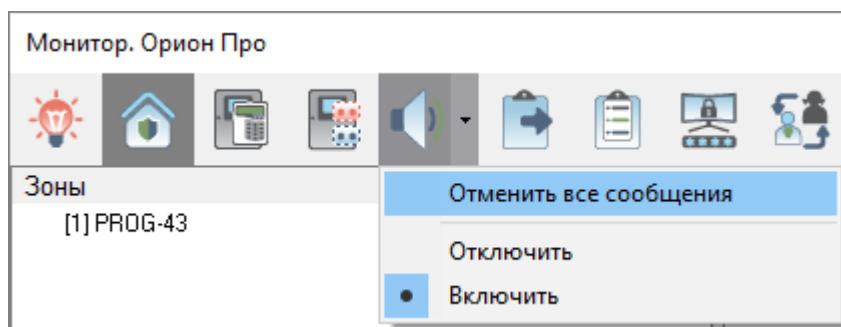

Рисунок 8-169 Сброс всех речевых сообщений, находящихся в очереди на воспроизведение
- **Отменить все сообщения** (см. Рисунок 8-169) – сброс всех речевых сообщений, находящихся в очереди на воспроизведение;